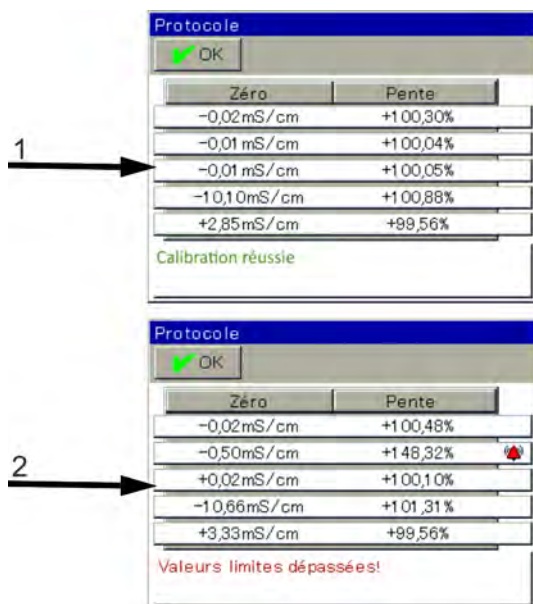

Fig. 80 : Comptes-rendus après compensation de base de Ci
11. ➤ Lorsque toutes les mesures ont été effectuées, un résumé des données de compensation calculées s'affiche à l'écran. Confirmez en appuyant sur « OK ». En cas d'échec de la compensation de base de Ci, les données de compensation ne sont pas appliquées et la compensation est interrompue. (Voir Fig. 80 .)